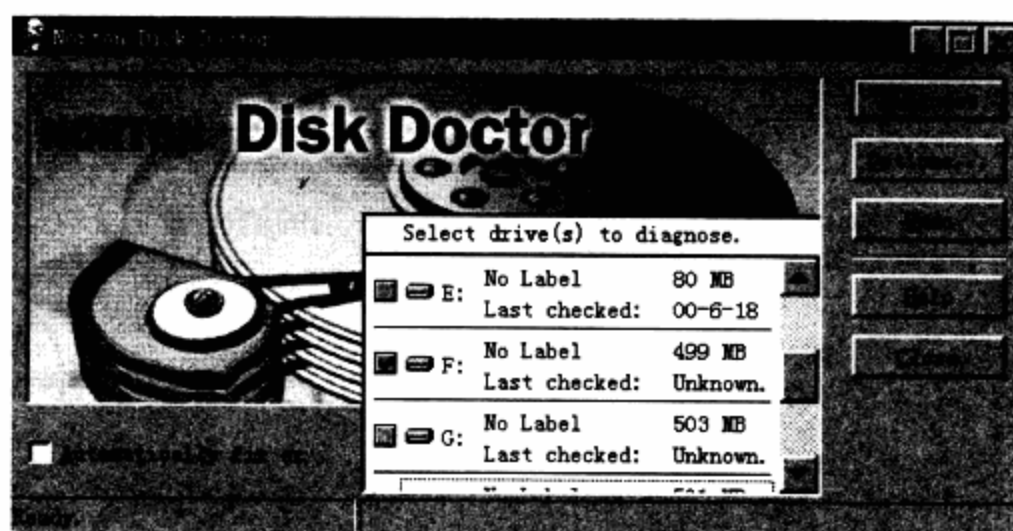

图6-14 Norton Disk Doctor的逻辑盘选择菜单
**步骤 01** 在Norton SystemWorks主菜单中, 选择Norton Utilities→Find and Fix Problems→Norton Disk Doctor命令。此后, 屏幕上将出现逻辑盘选择菜单。如图6-14所示。